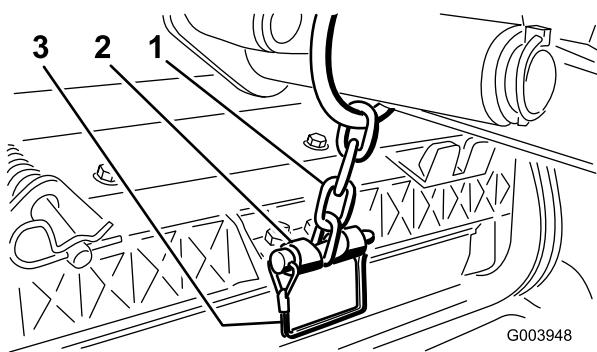

Bild 12
6. Befestigen Sie die Hubarmkette mit dem Einraststift an der Kettenhalterung (Bild 12).
12. Befestigen Sie die Hubarmkette mit dem Einraststift an der Kettenhalterung (Bild 12).